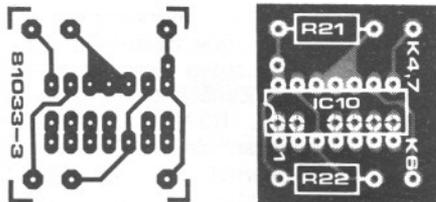

Bild 2. Die Schaltung von Bild 1b wird auf diese Platine gesetzt und anstelle von IC10 in die Basisplatine gesteckt.
Verwendet man das Programm "Printer Monitor (PM)", und soll außerdem ein Programm im Step-Modus ausgeführt werden können, dann muß man die Schaltung in Bild 1b einsetzen. Sie ist in Form einer "Aufsteck-Platine" (siehe Bild 2) ausgeführt. Tabelle 2 gibt die notwendige Bestückung an. In Bild 3 erkennt man die Position und die Verdrahtung dieser Aufsteck-Platine auf bzw. mit der Basis-Platine. Die Schaltungsbeschreibung findet man im Artikel "Junior-Journal" (April-Heft 1981, S. 50 ff.). Die Aufsteck-Platine wurde erforderlich, weil das IC nicht mehr in der ursprünglichen, sondern in einer erweiterten Schaltung betrieben wird.